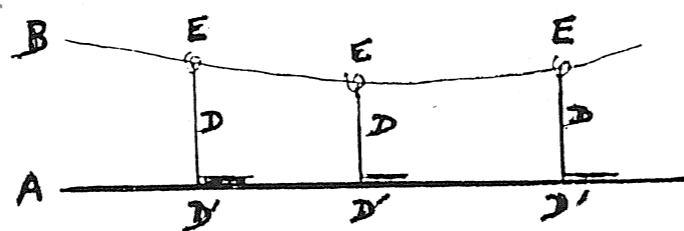

FIGURE 3
- I - pièce reliant le fil principal au fil porteur. (voir fig. 3)
Pour fixer le fil principal au fil porteur, on soudera une pièce (Ø 1 mm) au fil principal. L'autre extrémité se terminera par une boucle (E) enroulée autour du fil porteur et pincée après fixation définitive. (Voir fig. 3)